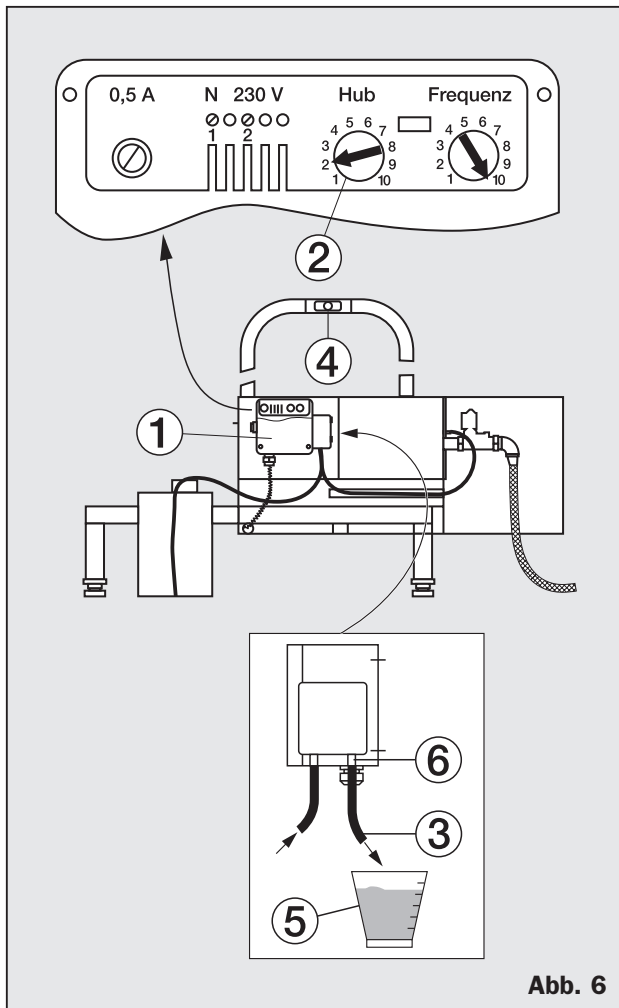
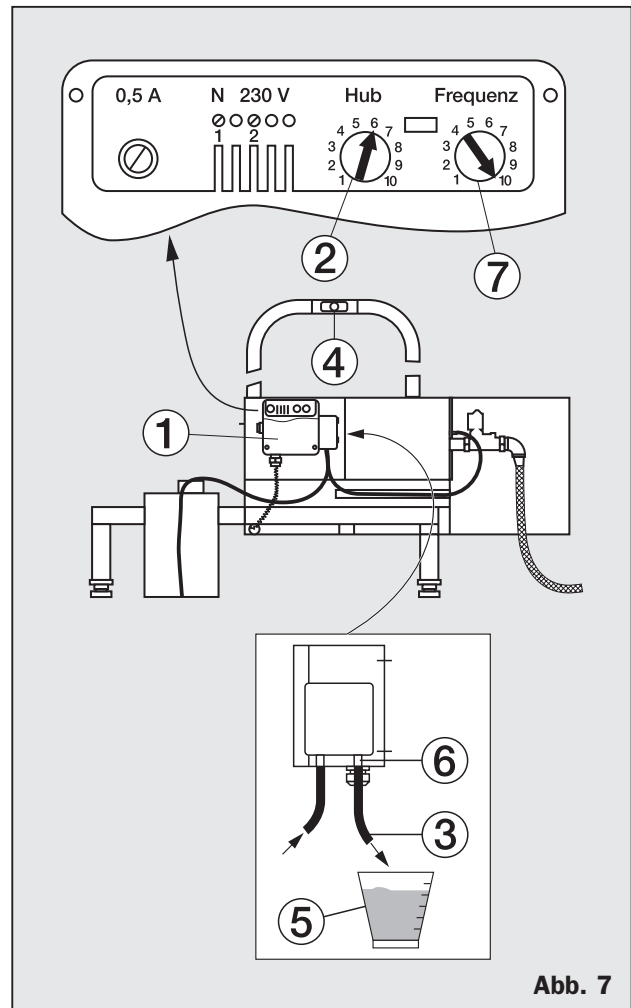

Abb. 6
Abb. 7
8.1 Dosierpumpe soll mehr fördern (siehe Abb. 6)
- Deckelschrauben lösen und Deckel (1) der Dosierpumpe abnehmen
- Stellrad „Hub“ (2) mit Schraubendreher im Uhrzeigersinn drehen
- Druckschlauch (3) abziehen
- Sicherheitsschalter (4) drücken und Meßbecher (5) unter den Druckstutzen (6) der Dosierpumpe halten
- entsprechend dem Meßergebnis Korrektur an Stellrad „Hub“ (2) erneut verändern
8.2 Dosierpumpe soll weniger fördern (siehe Abb. 7)
- Stellrad „Hub“ (2) mit Schraubendreher gegen Uhrzeigersinn drehen
- entsprechend dem Meßergebnis Korrektur an Stellrad „Hub“ (2) erneut verändern (sollte Förderleistung der Dosierpumpe bei Einstellung „Hub1“ noch zu hoch sein, Stellrad „Frequenz“ (7) gegen Uhrzeigersinn nachstellen)